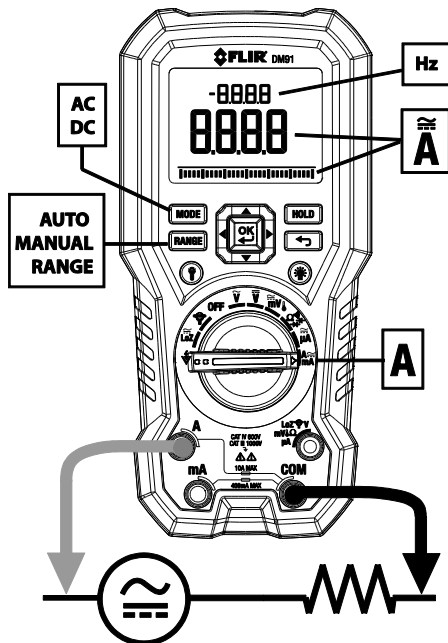
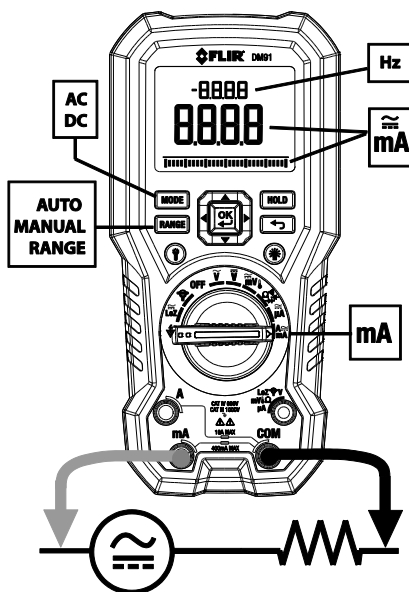
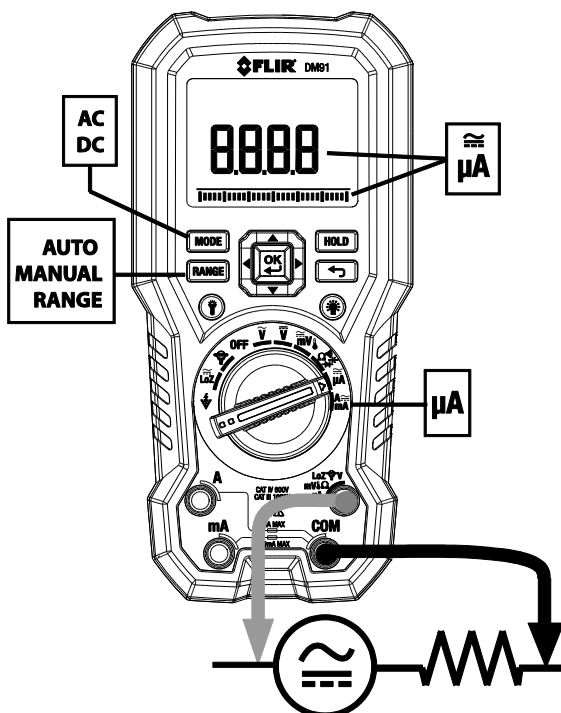

Fig. 5-8 Misurazioni di correnti elevate in A e di frequenza
Fig. 5-9 Misurazioni di corrente in mA e di frequenza
Fig. 5-10 Misurazioni di corrente in  $\mu\text{A}$
4. Collegare la sonda porta in serie con la parte conformemente alla **Fig. 5-7** e **Fig. 5-8** per misure di "A", **Fig. 5-9** per misure in mA, o **Fig. 5-10** per misure in μA.